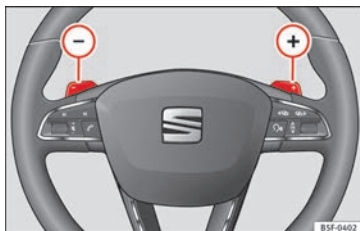

Fig. 180 Volante: leve per il cambio automatico.
- Premere la leva a bilanciere del cambio  per inserire una marcia superiore » **fig. 180**.